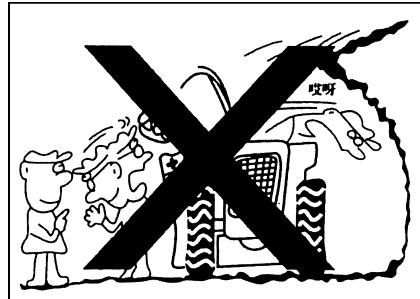

Рис. 1-95
- Когда работа проводится на местах с возможностью обрушения, например на крае дороги или на сколе, необходимо принять меры по обеспечению безопасности, назначить специального лица и подчиниться его приказам (рис. 1-95).